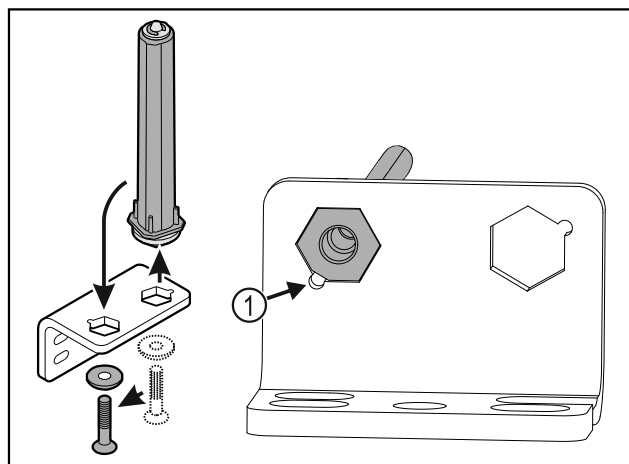

Fig. 26
- ▶ Aveți în vedere ca la introducerea, țesitura bolțului Fig. 26 (1) să fie orientată spre orificiul rotund.